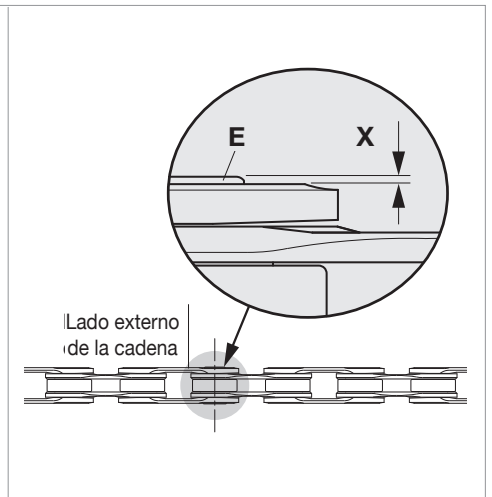

Fig.20
- La parte que sobresale (X) (hacia el lado externo de la cadena) del perno (E) del eslabón (Fig. 20) es completamente normal y no obstaculiza el normal deslizamiento de la cadena.